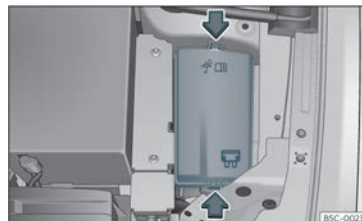

Fig. 48 Al compartiment del motor: tapa de la caixa de fusibles.
- Pressioneu les pestanyes de bloqueig per desbloquejar la tapa de la caixa de fusibles »» **fig. 48**.